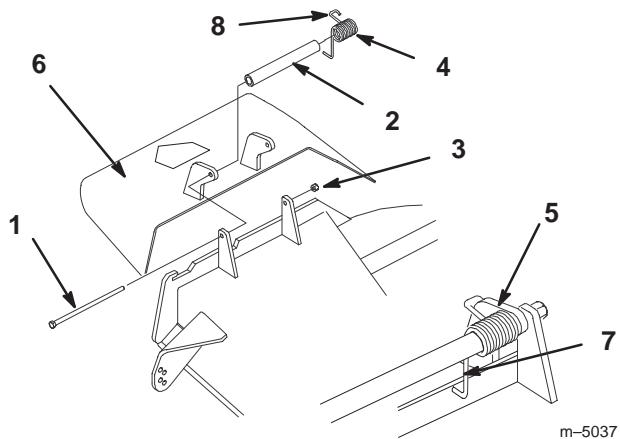

Figure 70
1. Retirez le contre-écrou, le boulon, le ressort et l'entretoise qui fixent le déflecteur aux supports de pivot (Fig. 70). Enlevez le déflecteur s'il est endommagé ou usé.
- Remarque :** Prenez soin de placer l'extrémité en **L** du ressort derrière le bord du plateau avant de mettre le boulon en place, comme indiqué à la Figure 70.
3. Remettez le boulon et l'écrou. Accrochez l'extrémité crochue en **J** du ressort au déflecteur d'herbe (Fig. 70).